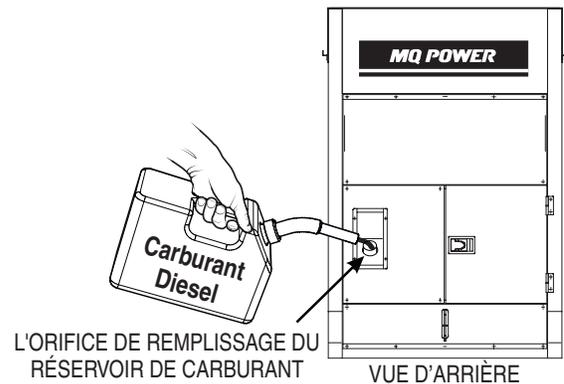

Figure 31. Ravitaillement du générateur
2. Retirer le bouchon du réservoir de carburant comme indiqué dans Figure 31.